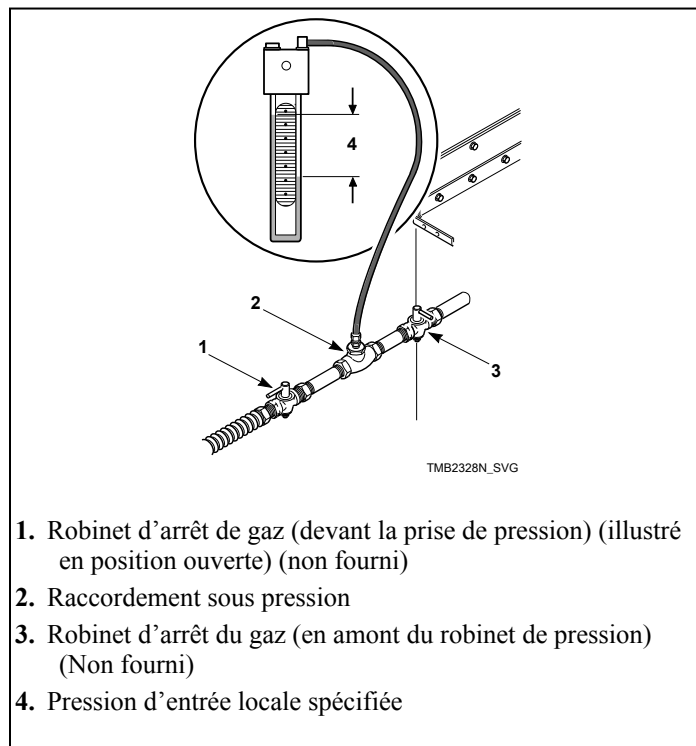

Figure 18
1. Débrancher l'alimentation électrique du séchoir. Fermer le robinet d'arrêt d'alimentation en gaz du séchoir. Se reporter à la Figure 18.